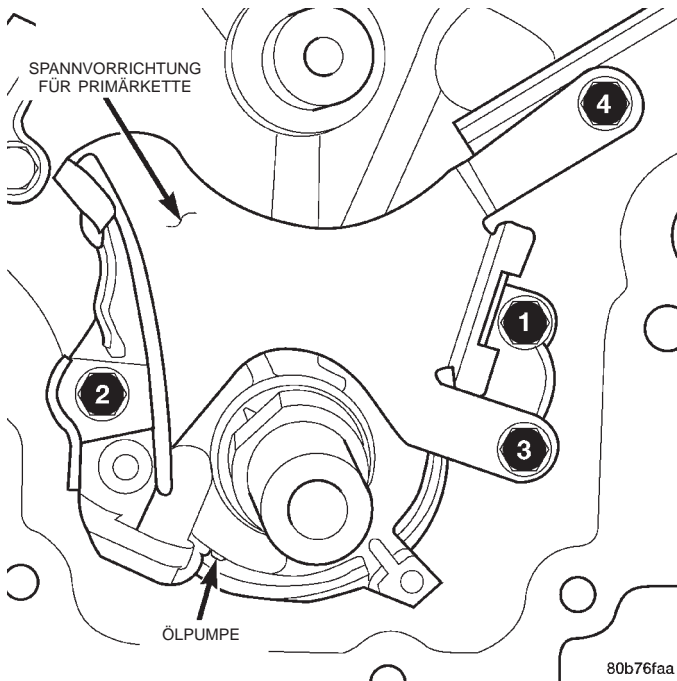

Abb. 115 Reihenfolge beim Festziehen von Ölpumpe und Spannvorrichtung für Primärsteuerkette
(1) Ölpumpe auf die Kurbelwelle setzen und die beiden Befestigungsschrauben der Ölpumpe eindrehen.
(2) Spannvorrichtung für Primärsteuerkette ansetzen und die beiden Befestigungsschrauben eindrehen.
(3) Befestigungsschrauben der Ölpumpe und der Spannvorrichtung für die Primärsteuerkette mit einem Anzugsmoment von 28 N·m (250 in. lbs.) in der in (Abb. 115) gezeigten Reihenfolge festziehen.